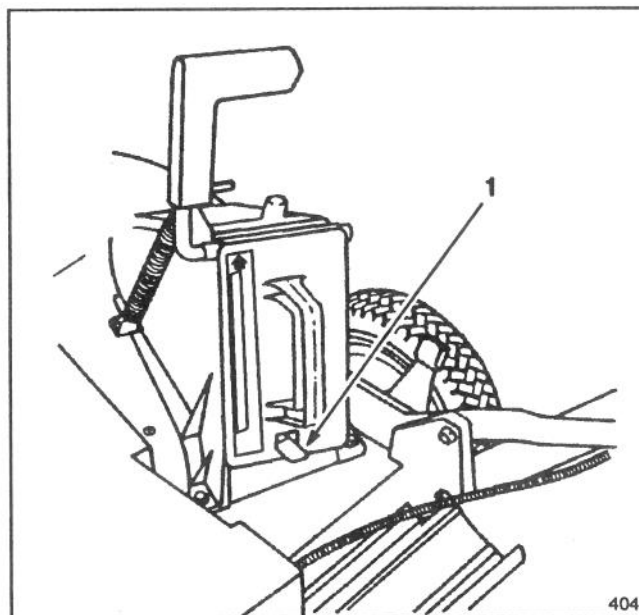

Abb. 3
3. Schieben Sie den Mulchstöpsel ganz hinein bis die federnde Klemme am unteren Ende einrastet, wodurch der Mulchstöpsel im Auswurf隧nnel fest verankert wird (Abb. 3). Lassen Sie den Griff der Auswurfür los, um das obere Ende vom Mulchstöpsel zu verankern.